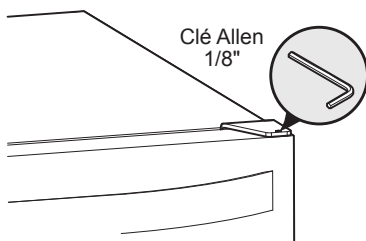

Figure 2
- 2 Enlevez le tourillon de la charnière du haut à l'aide d'une clé Allen 1/8" (Figure 2) et soulevez la porte de la fiche du bas. Prenez garde de ne pas perdre les ferme-porte (Figure 3).